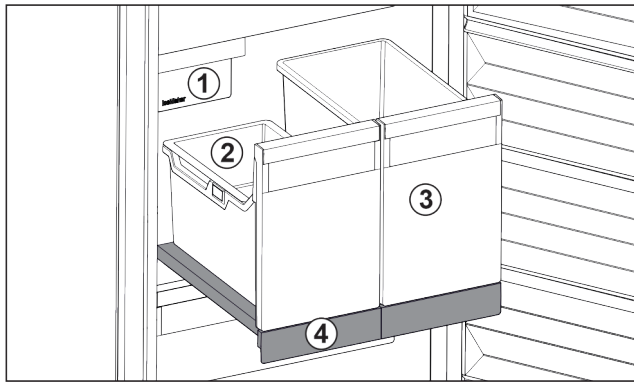

Fig. 33 Ripiano estraibile con IceTower
- (1) IceMaker
- (2) Vaschetta da agganciare per cubetti di ghiaccio
- (3) Contenitori ad es. per pizza, bevande alcoliche
- (4) Ripiano estraibile
Sul ripiano estraibile ci sono due contenitori alti (IceTower). I cubetti di ghiaccio dall'IceMaker vengono raccolti e conservati nel contenitore Fig. 33 (2). Il contenitore Fig. 33 (3) è adatto per conservare alimenti alti come pizze o bevande alcoliche.